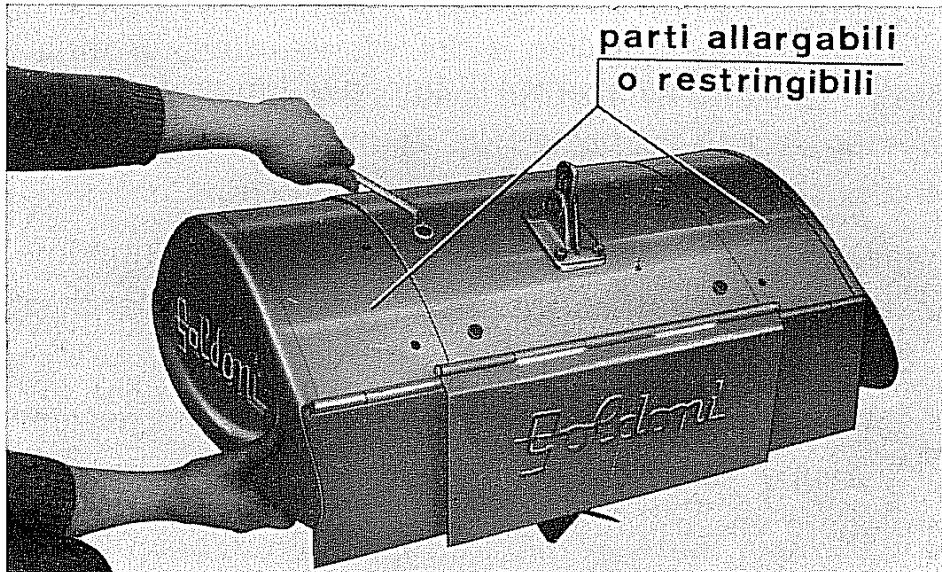

Fig. 3 - Variazione larghezza cofano
**In larghezza:** In funzione delle larghezze di fresatura, il cofano può assumere le larghezze desiderate agendo sulle parti laterali dello stesso dopo aver tolto le viti di fissaggio come illustrato in fig. 3.